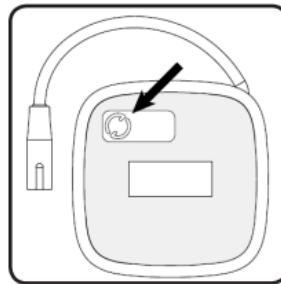

Figure 2 : activation du stimulateur-test (TS) en appuyant sur le bouton se trouvant à l'arrière du stimulateur
1. Appuyer sur le bouton situé à l'arrière du stimulateur-test (TS) (**Figure 2**). Le voyant vert situé à côté du bouton commencera à clignoter. Il clignotera pendant 90 secondes.
- a. Si un programmeur du médecin (CP) est raccordé au stimulateur-test (TS) avant la fin de ces 90 secondes, le stimulateur-test (TS) demeurera actif et pourra être programmé. Une fois la programmation terminée et le stimulateur-test (TS) débranché du programmeur du médecin (CP), le voyant vert s'éteindra. Toutefois, le stimulateur-test (TS) demeurera actif.
- b. Si un programmeur du médecin (CP) n'est pas raccordé au stimulateur-test (TS), ce dernier repassera en mode Veille prolongée. Il pourra être réactivé en appuyant sur le bouton se trouvant à l'arrière du stimulateur-test (TS).
- Si un voyant rouge clignote sur le stimulateur-test (TS), une erreur s'est produite. Raccorder le programmeur du médecin (CP) pour obtenir des détails sur l'erreur. Se reporter au manuel du programmeur du médecin (CP) pour obtenir des informations de résolution de problèmes détaillées.
- Si le voyant ne clignote pas lorsque l'utilisateur appuie sur le bouton, essayer d'appuyer une nouvelle fois sur le bouton. Confirmer la pression sur le bouton comme indiqué à la **Figure 2**. Si le voyant ne clignote pas après plusieurs tentatives de pression du bouton, ne pas utiliser ce stimulateur-test (TS). Activer un nouveau stimulateur-test (TS). Si le problème persiste avec un nouveau SE, contacter Axonics